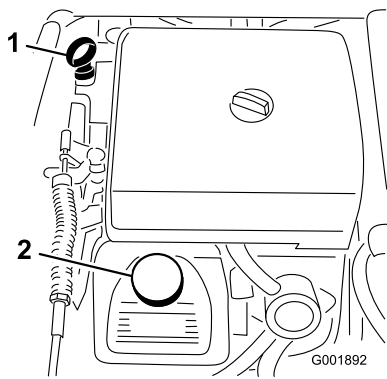

図 50
2. ディップスティックを抜き、ウェスで一度きれいに拭く(図 50)。ディップスティックを、チューブの根元までもう一度しっかりと差し込む。ディップスティックを引き抜いて油量を点検する。
3. オイルの量が不足している場合は、バルブ・カバーについている補給口のキャップ (図 50) を取り、ディップスティックの FULL マークまで補給する。補給するときは、ディップスティックで確認しながら少量ずつ入れてください。入れすぎないように注意してください。
8. 所要量の約 80% のオイルを補給口から入れる (図 50)。